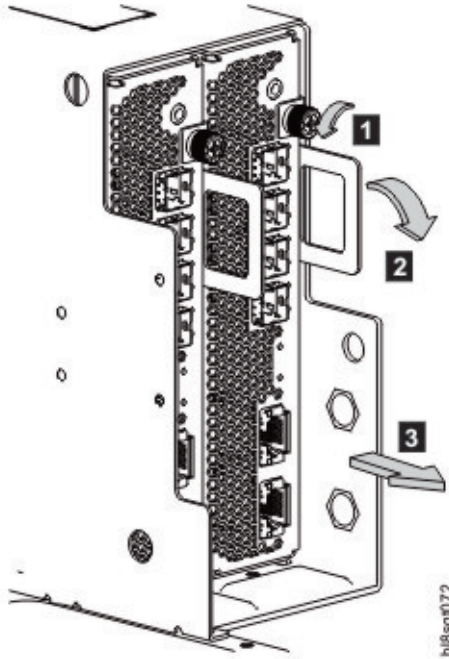
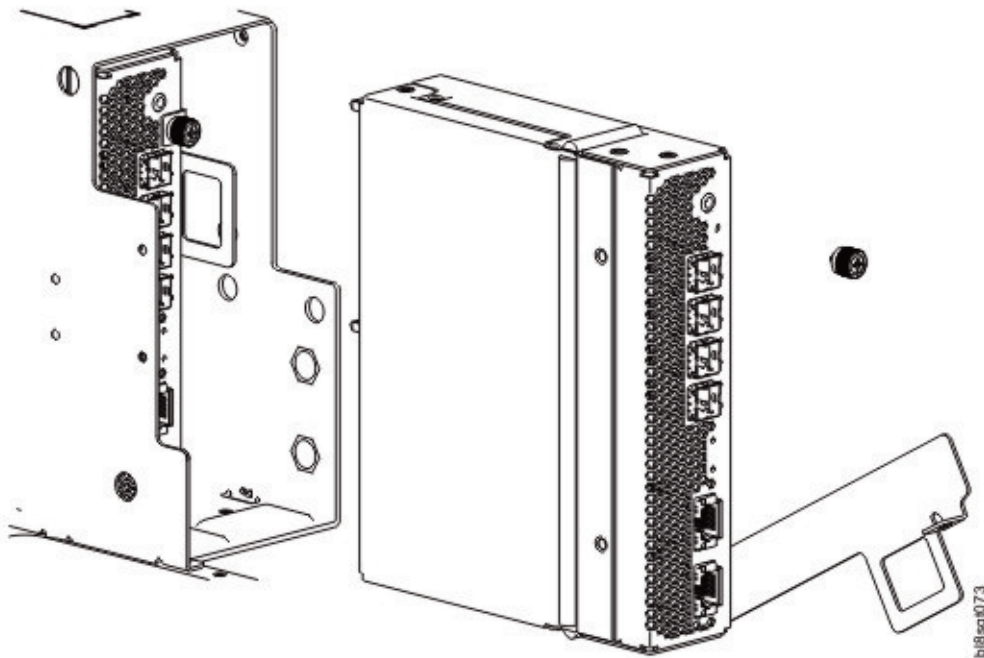

Figura 75. Extracción de un módulo expansor IOM/EBOD (1 de 2)
Figura 76. Extracción de un módulo expansor IOM/EBOD (2 de 2)
3. Desbloquee el tirador de cierre del módulo expansor IOM/EBOD girando el tornillo de mano en sentido contrario a las agujas del reloj, como se muestra en el detalle n.º 1 de la Figura 75 en la página 89.
4. Sujete el tirador de cierre del IOM con el pulgar y el índice y extráigalo. Gire el tirador hacia afuera y hacia abajo para hacer palanca y extraer el módulo expansor IOM/EBOD del alojamiento, como se muestra en los detalles n.º 2 y n.º 3 de la Figura 75 en la página 89.
5. Sujete el tirador de cierre y quite con cuidado el módulo expansor IOM/EBOD de la ranura hacia adelante como se muestra en la Figura 76.
**Nota:** Al realizar el procedimiento siguiente, consulte la Figura 76 en la página 89 y la Figura 75 en la página 89 ignorando la flecha direccional. Para la instalación, el módulo expensor IOM/EBOD se desplazará en la dirección opuesta respecto a la flecha mostrada.